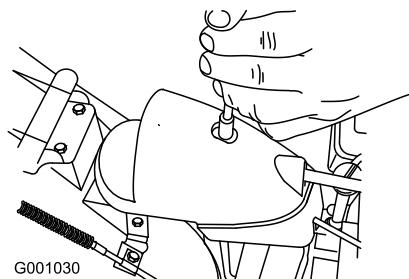

Рисунок 52
- Снимите крепежные детали на крышке редуктора (Рисунок 52), поднимите переднюю часть крышки и сдвиньте ее дальше назад.